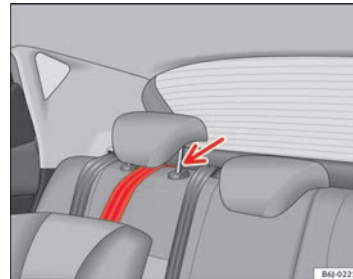

Abb. 28 Befestigungsgurt: korrekte Einstellung und korrekter Einbau
- Führen Sie den Befestigungsgurt des Top Tether unter der Rück Sitzkopfstütze hindurch ⇒ Abb. 28 (dazu ggf. die Kopfstütze nach oben verstellen).